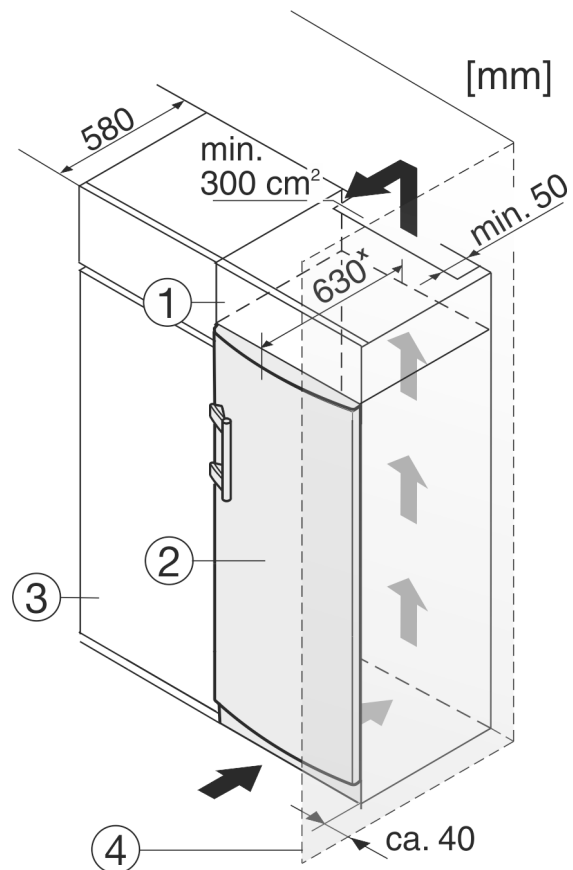

Fig. 10
- (1) Дополнительный шкафчик
- (2) Устройство
- (3) Кухонный шкаф
- (4) Стена
Устройство может быть окружено кухонными шкафами. Чтобы уравнять устройство Fig. 10 (2) по высоте с кухонной стенкой, можно установить над устройством дополнительный шкафчик Fig. 10 (1).
При комбинировании с кухонными шкафами (глубина макс. 580 мм) устройство можно установить непосредственно рядом с кухонным шкафом Fig. 10 (3). Устройство выступает сбоку на 34 мм * и по центру на 50 мм * относительно передней стенки кухонного шкафа.
Если устройство установлено на шарнирах у стены *Fig. 10 (4)*, то расстояние между устройством и стеной должно быть не менее 40 мм. Настолько выступает ручка при открытой двери.